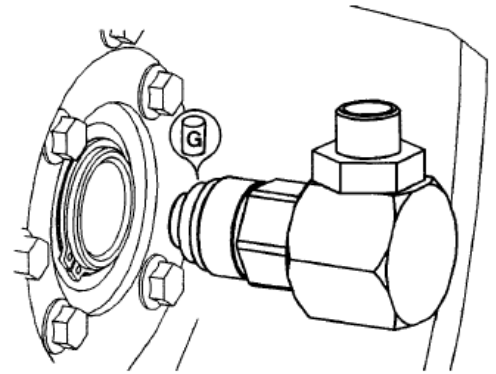

Fig. 10
4. Lubricate the V-seal, insert it and assemble the new swivel (figure 10).
3. Lubrifier le collier, le remettre à sa position initiale et monter la nouvelle rotule. (voir Figure 10).